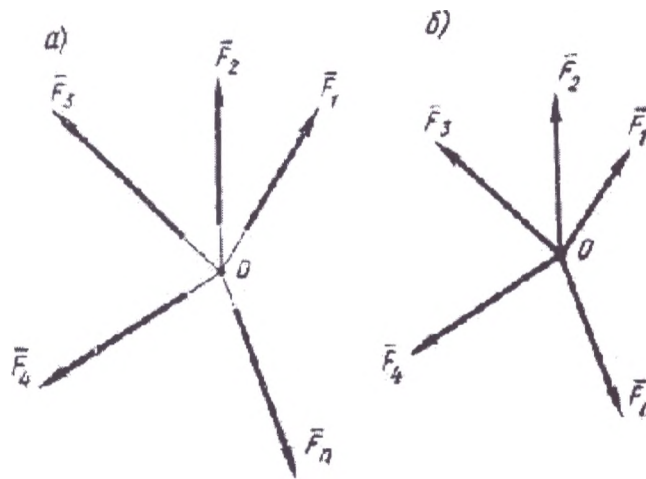

Рисунок 1.
**Теоретическое обоснование.** Исследование любой системы сил начинают с определения взаимного расположения этих сил. Если линии действия всех сил расположены в одной плоскости и пересекаются в одной точке, то они образуют плоскую систему сходящихся сил (рис.1,а). Силы, действующие на абсолютно твердое тело, можно переносить вдоль линии их действия, поэтому сходящиеся силы можно всегда привести в одну точку – точку пересечения их линий действия (рис.1,б)